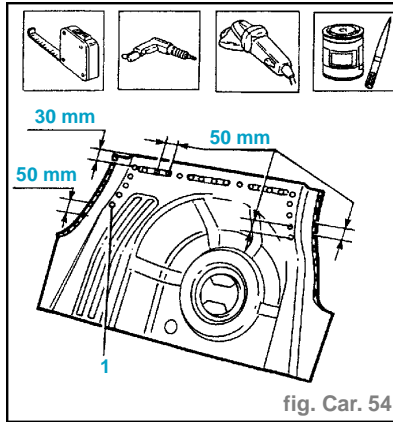

fig. Car. 54
- Utiliser la scie circulaire et découper le long de la ligne tracée précédemment (2).
- Déposer la pièce de rechange du véhicule (3).
- Effectuer l'intervention au banc de travail et faire des trous à égale distance les uns des autres comme l'indique l'illustration (1) (fig. Car. 54).